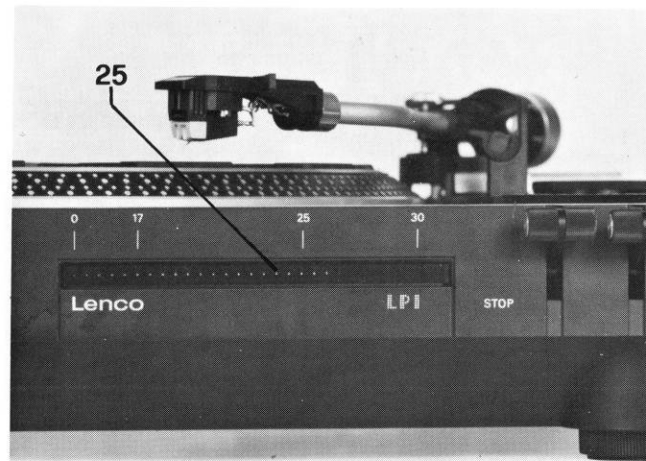

Fig. 16
**Die neuartige, digitale Nadelpositionsanzeige LPI** (Lenco Positions-Indikator) in der Front des Gerätes (Bild 16, 25) erlaubt, die Position der Nadel auf der Platte aus Distanz zu erkennen, sie ermöglicht das Auffinden eines bestimmten Musikstückes. Die präzise Anzeige der Plattendurchmesser 30, 25 und 17 cm gewährleistet beim Einschwenken des Tonarmes ein leichtes Auffinden der entsprechenden Einlaufrille.
**Le tout nouvel indicateur digital de la position de l'aiguille LPI** (Lenco Position Indikator) sur la face avant de l'appareil (fig. 16, 25) permet de repérer à distance la position de l'aiguille sur le disque; il permet aussi de retrouver aisément le point de départ d'une partie quelconque d'un enregistrement. L'indication précise des différents diamètres de disques: 30, 25 ou 17 cm garantit le repérage facile du sillon de départ dans lequel devra descendre l'aiguille lectrice.
**The newly developed digital stylus position instrument LPI** (Lenco Position Indicator) mounted in the front of the unit (fig. 16, 25) allows the stylus position to be read from a distance and also simplifies locating a particular passage of music. The markings for 30, 25 and 17 cm record diameters assure precise tone arm set-down into the appropriate run-in grooves.